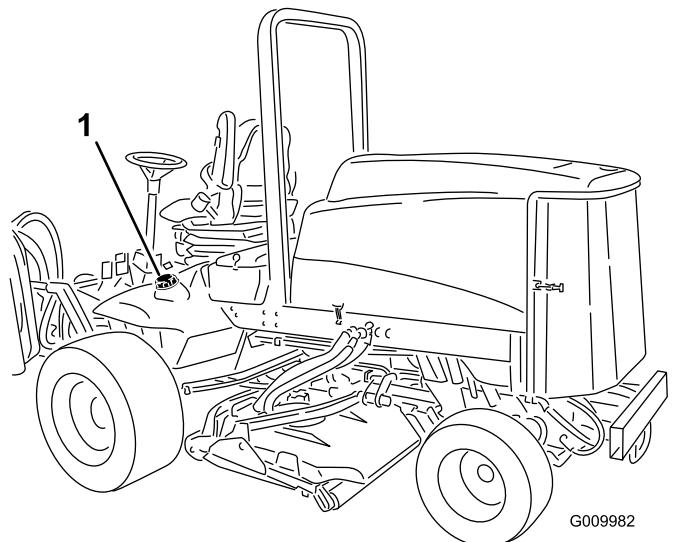

Figure 14
1. Enlevez le bouchon du réservoir de carburant (Figure 14).